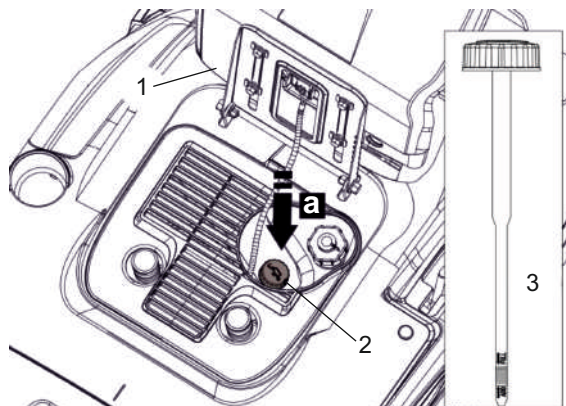

Рис. 15
1. Сложите сиденье (рис. 15/1), наклонив спинку вперед и откройте крышку моторного отсека.
2. Открутите (рис. 15/а) крышку маслозаливной горловины (рис. 15/2).
3. Залейте (рис. 15/а) масло, проверяя его уровень с помощью щупа (рис. 15/3). Уровень должен находиться между отметками «MIN» и «MAX». Не заливайте масло выше отметки «MAX».
4. Закрутите крышку маслозаливной горловины (рис. 15/2).
5. Закройте крышку моторного отсека и сместите сиденье (рис. 15/1) назад в рабочее положение.